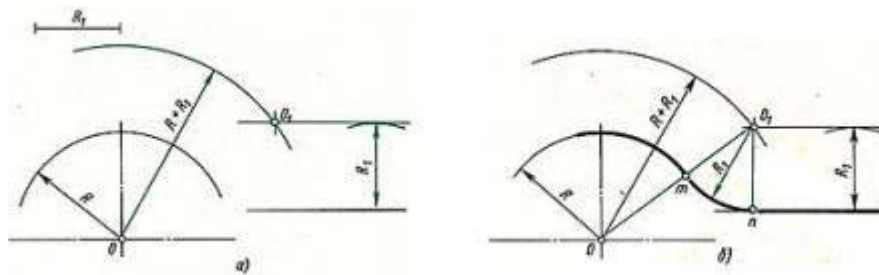

Рис. 16. Сопряжение дуги окружности и прямой
1. Находят центр сопряжения (рис. 16,а), который должен находиться на расстоянии  $R_1$  от дуги и от прямой. Такому условию соответствует точка пересечения прямой линии, параллельной заданной прямой, проходящей от нее на расстоянии  $R_1$ , и вспомогательной дуги, отстоящей от заданной также на расстоянии  $R_1$ . Поэтому проводят вспомогательную прямую, параллельную заданной прямой, на расстоянии, равном радиусу сопрягающей дуги  $R_1$  (рис. 16, а). Раствором циркуля, равным сумме заданных радиусов  $R + R_1$ , описывают из центра  $O$  дугу до пересечения с вспомогательной прямой. Полученная точка  $O_1$  - центр сопряжения.
2. По общему правилу находят точки сопряжения (рис. 16, б). Соединяют прямой центры сопрягаемых дуг  $O_1$  и  $O$ . Опускают из центра сопряжения  $O_1$  перпендикуляр на заданную прямую.
3. Из центра сопряжения  $O_1$  между точками сопряжения  $m$  и  $n$  проводят дугу, радиус которой равен  $R_1$  (см. рис. 16, б).